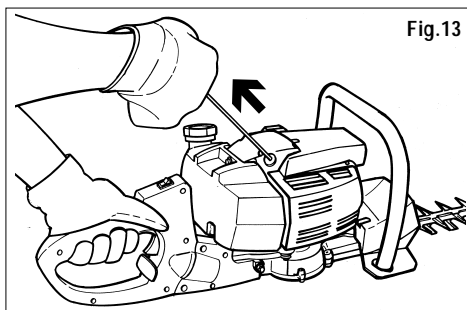

Fig. 13
- 7) Tirar completamente, 3 veces, del asa del cable de puesta en marcha (fig. 13).
- 9) Tirar el cable de puesta en marcha (fig. 13) hasta el arranque del motor.